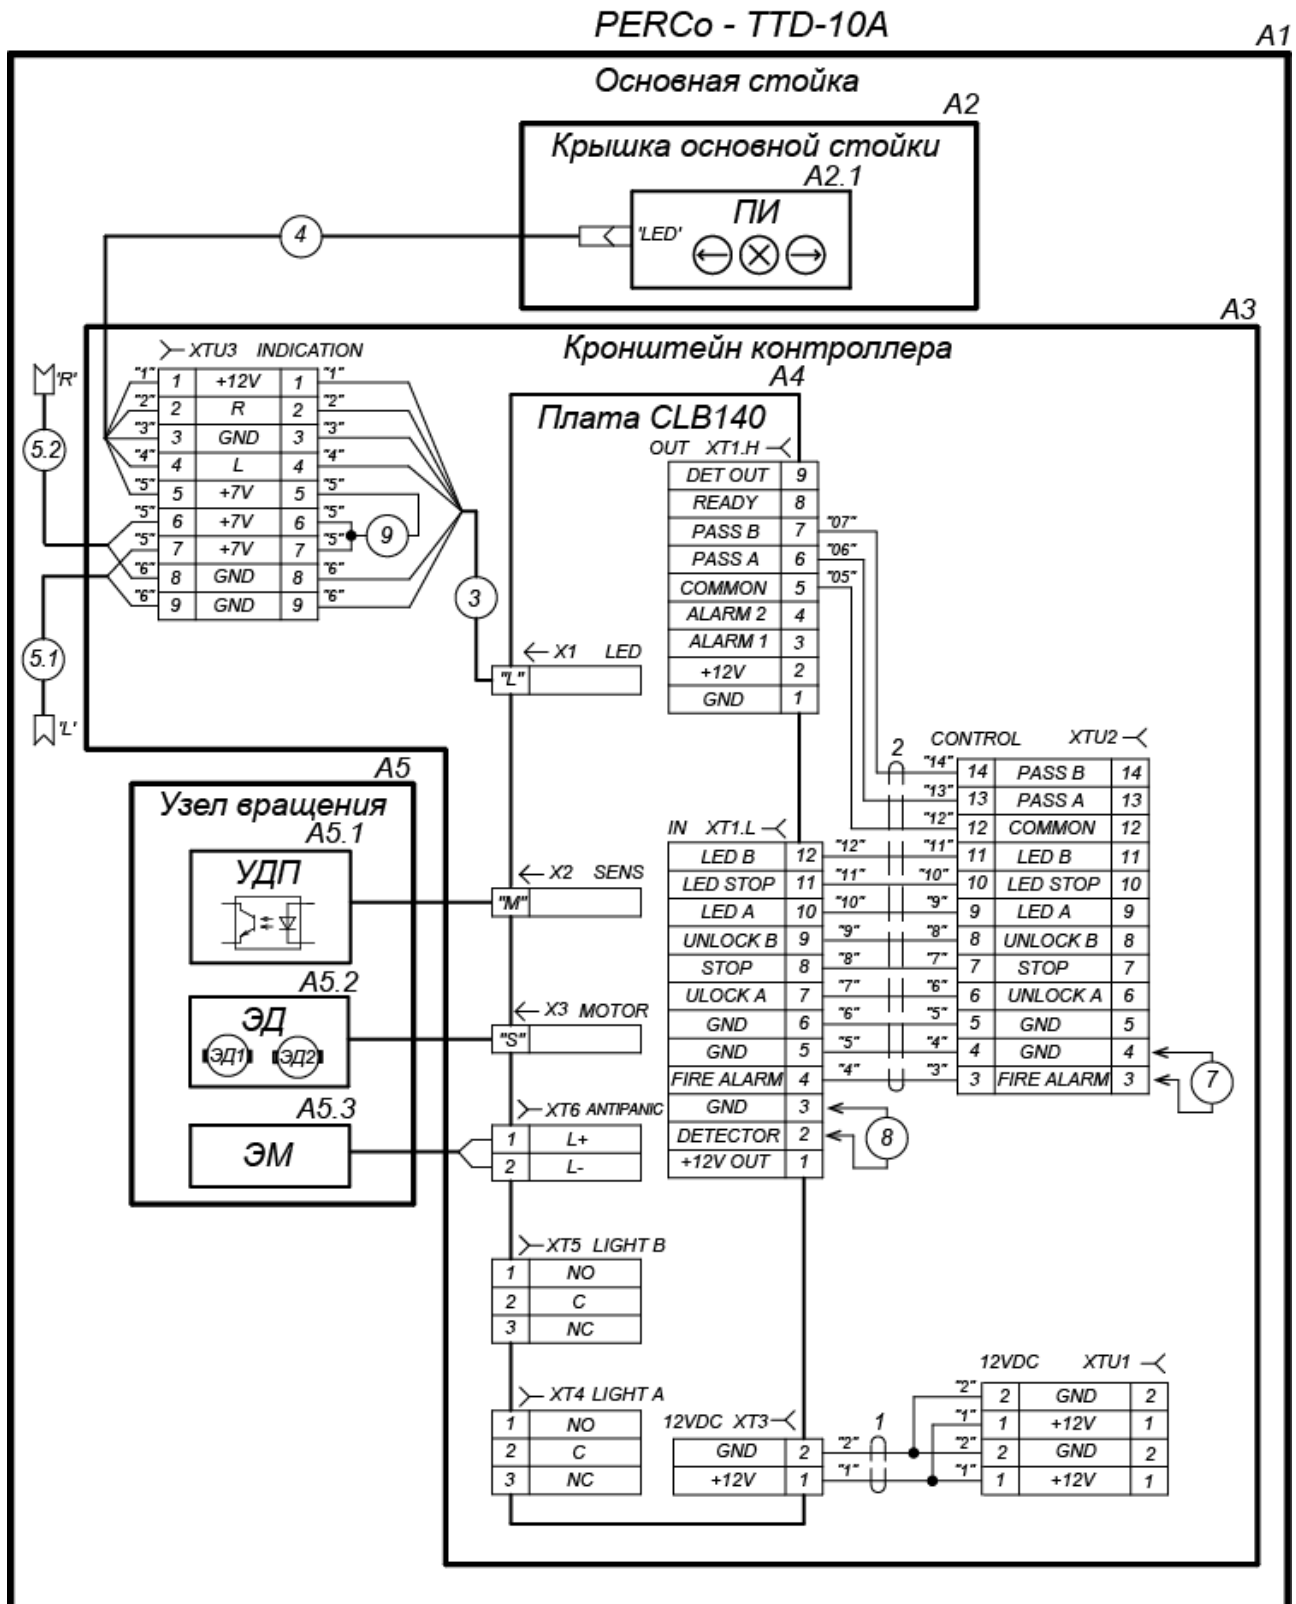

Рисунок 16. Схема внутренних соединений основной стойки
Турникет имеет маркировку в виде этикетки и наклейки. Этикетка расположена внутри стойки под основной крышкой турникета (2). На нее нанесены: товарный знак и контактные данные предприятия изготовителя, наименование и серийный номер изделия, год и месяц изготовления, напряжение питания и потребляемая мощность. Наклейка находится на внутренней поверхности крышки (2). На наклейке изображена схема внутренних соединений турникета, аналогичная рис. 16.